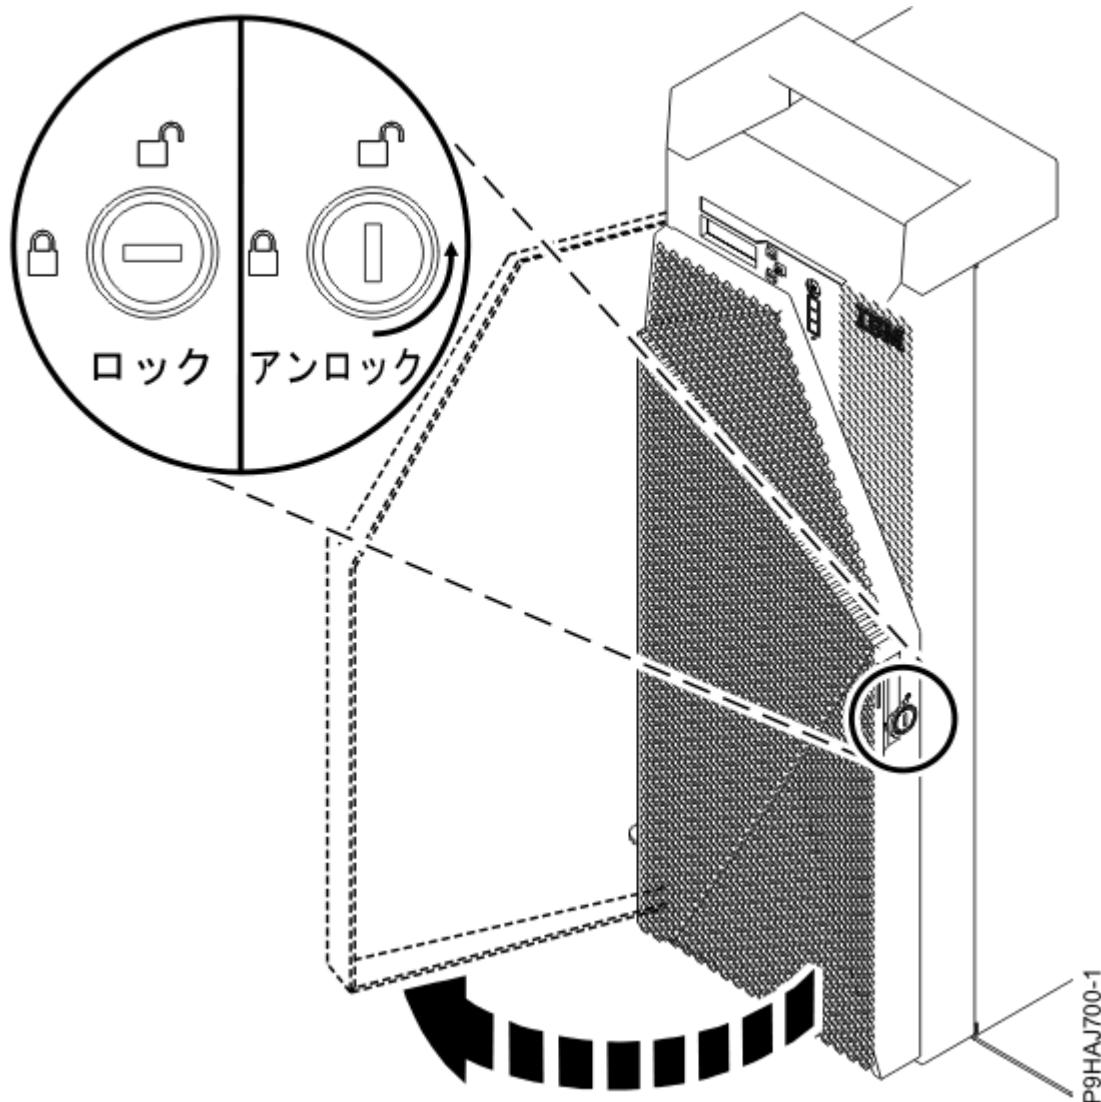

図 98. 前面ドアのアンロック
- a) 前面ドアの鍵をロックに差し込みます (103 ページの図 98 を参照)。鍵を左 (反時計方向) にひねって、ドアをアンロックします。水平方向がロック状態で、垂直方向がアンロック状態です。前面ドアを開きます。